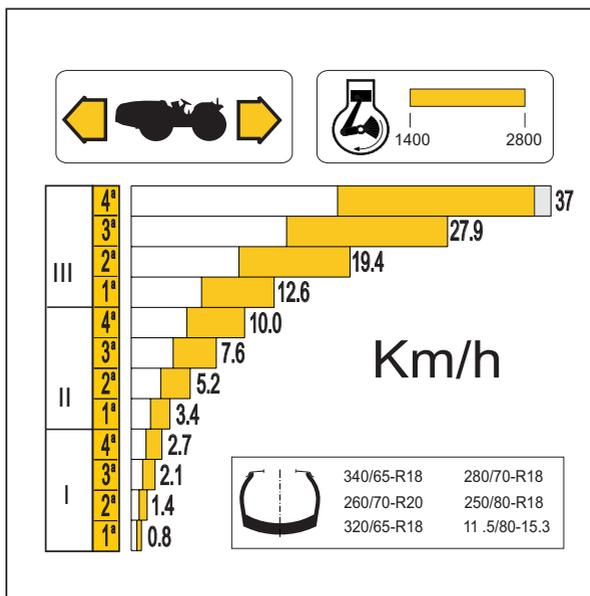
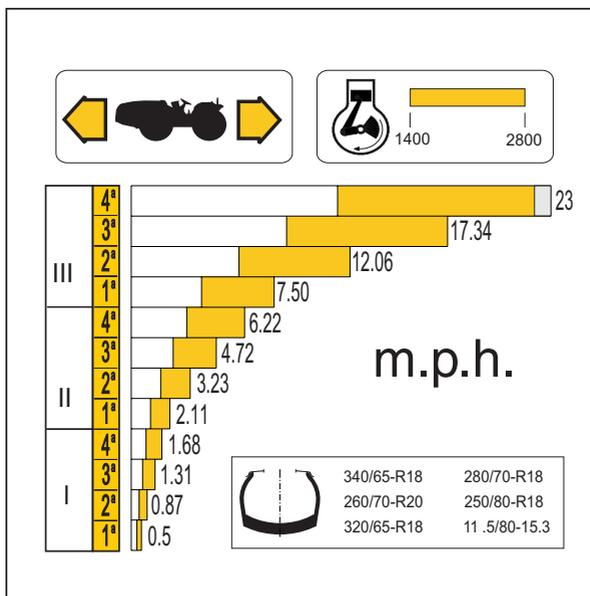

Fig. 5.21
Fig. 5.22
La decalcomania (123) posta appena sotto il volante indica la perfetta progressione dei rapporti senza nessuna sovrapposizione di velocità sia in marcia avanti che in retromarcia, con i pneumatici e regime giri motore indicati (Fig.5.21 e Fig.5.22).